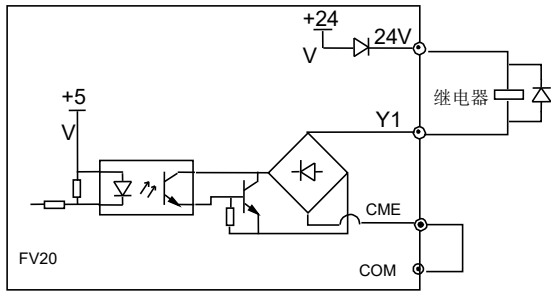

图 4-11 多功能输出端子接线方式 1
1. 多功能输出端子 Y 可使用变频器内部的 24V 电源，接线方式请参见图 4-11。